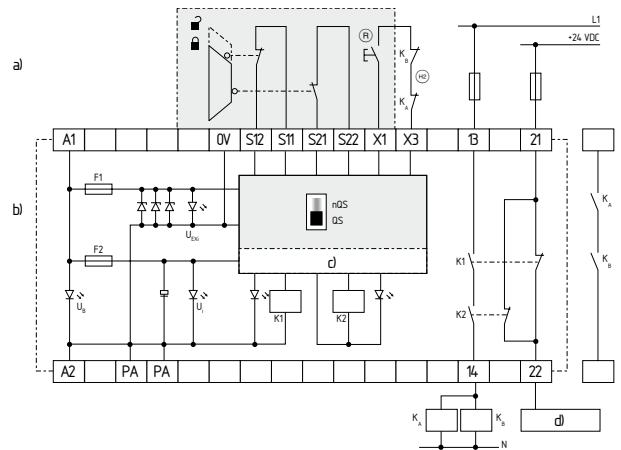

Fig. 6
Controle de dois canais, representado no exemplo de uma monitoramento de porta de proteção com dois interruptores de posição, sendo um contato de abertura forçada; com botão externo de Reset (R) (ver Fig. 6)